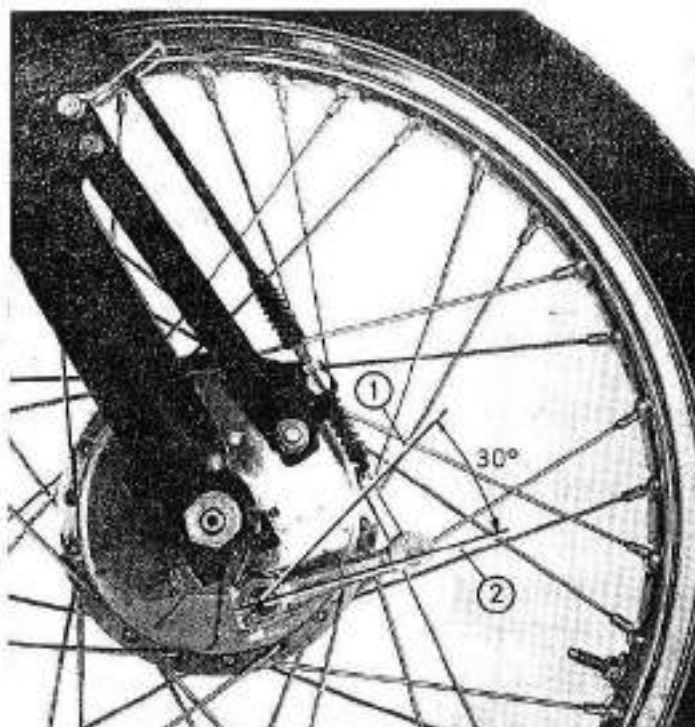

Fig. 19
3. **Ajuste de la palanca del freno.** Conforme se van gastando los forros de freno, la palanca va cambiando de posición en los sucesivos reglajes. Así llegará un momento en que el muelle quedará comprimido en exceso y perjudicará el frenado. Cuando así ocurra se procederá a cambiar la posición de la palanca girándola en unos grados (ver fig. 19). Fijar en esta posición con llave de 10 mm y graduar como se ha dicho en los puntos 1 y 2.
3. **Réglage du levier de frein.** A mesure que les garnitures de frein s'usent, le levier change de position au cours des réglages successifs. Il arrivera donc un moment où le ressort sera trop comprimé et gênera le freinage. Lorsque cela se produira, on procédera à changer la position du levier en le faisant tourner de quelques degrés (voir fig. 19). Le bloquer dans sa nouvelle position avec une clé de 10 mm et régler comme indiqué dans les paragraphes 1 et 2.
1. **Using the Cable Adjuster.** To increase/decrease the travel of the handlebar lever, rotate the serrated 2 (fig. 19) that the adjuster is retracted into or extended from the from the handlebar mount.
3. **Adjusting the Brake Arm.** According as the brake linings wear, the brake arm changes in position in successive adjustments. Thus it will arrive that the spring will be excessively compressed and will affect braking. When so occurs, change the position of the brake arm by turning it a few degrees (see fig. 19). Secure in this position with a 10 mm wrench and set as indicated in paragraphs 1 and 2 above.